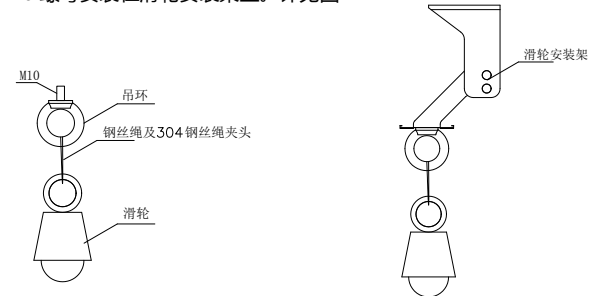

图 4 滑轮和吊环安装图
3. 滑轮安装说明: 用直径为 4mm 钢丝绳将滑轮与吊环连接在一起, 钢丝绳接头处用 304 钢丝绳夹头进行固定。(钢丝绳的长度推荐为 20cm-30cm 之间, 安装过程中尽量保持滑轮组在同一水平线上, 具体安装视现场情况而定。) 详见图 4
4. 吊环安装说明: 吊环用 M10 螺母安装在滑轮安装架上。详见图 4